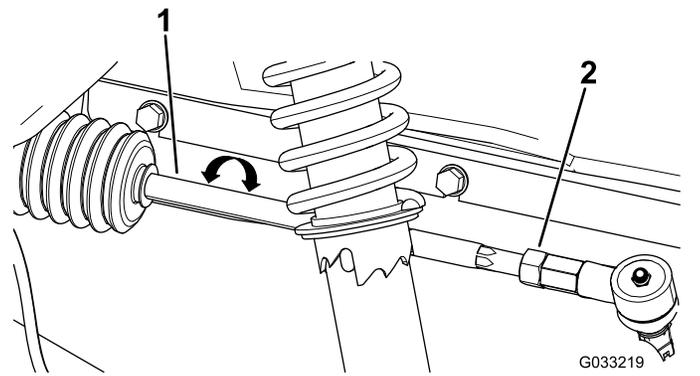

図 47
2. 前後の測定値の差が所定範囲03 mmにならない場合は、タイロッドの外側端部にあるジャムナットをゆるめて調整を行う(図 47)。